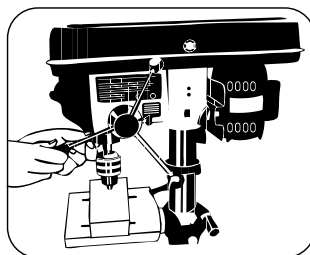

FIGURA 7.6
- Atornille las palancas de aproximación en los orificios localizados en el eje del piñón (Figura 7.6).